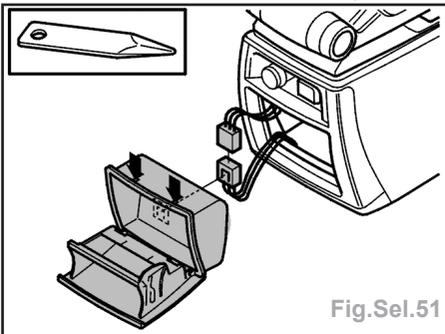

Fig.Sel.51
- le panneau / cendrier arrière (Fig.Sel.51).